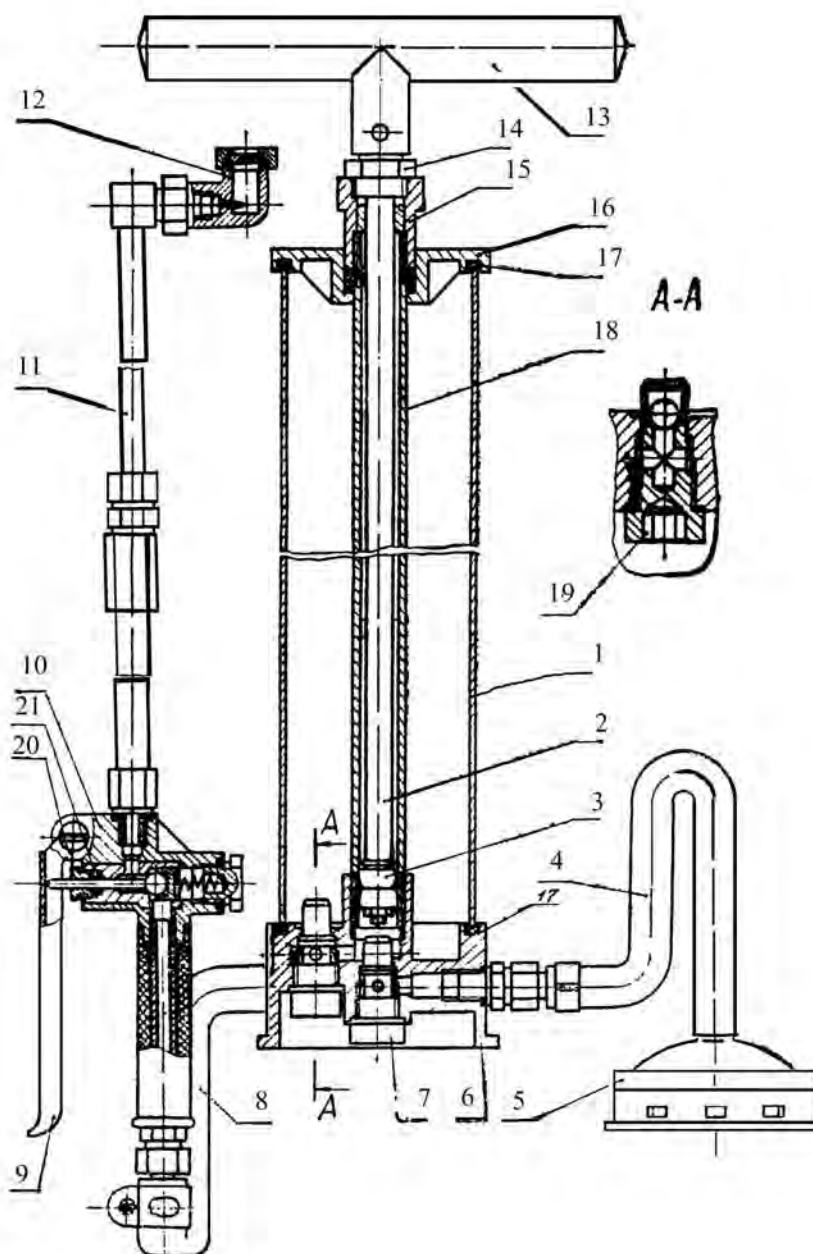

Рис. 29. Краскопульт ручного действия СО-20Б:
Краскопульт (рис. 29) состоит из корпуса 1, основания 6 с шариковыми клапанами (всасывающим 7 и нагнетательным 19), напорного рукава 8, удочки 11, всасывающего рукава 4, фильтра 5, крышки 16 и насоса 2 поршневого типа, который включает в себя цилиндра 18, штока, на нижней части которого устанавливается манжета 3, а в верхней части - рукоятка 13 для привода краскопульты. Для создания герметичности краскопульты между корпусом 1 и крышкой 16 и между корпусом 1 и основанием 6 устанавливаются уплотнительные кольца 17 и затягиваются гайкой 15.
- для работы короткой удочкой необходимо вывернуть одну часть удочки из ручки 10 (рис. 29) и ввернуть вторую часть с распылителем 12;